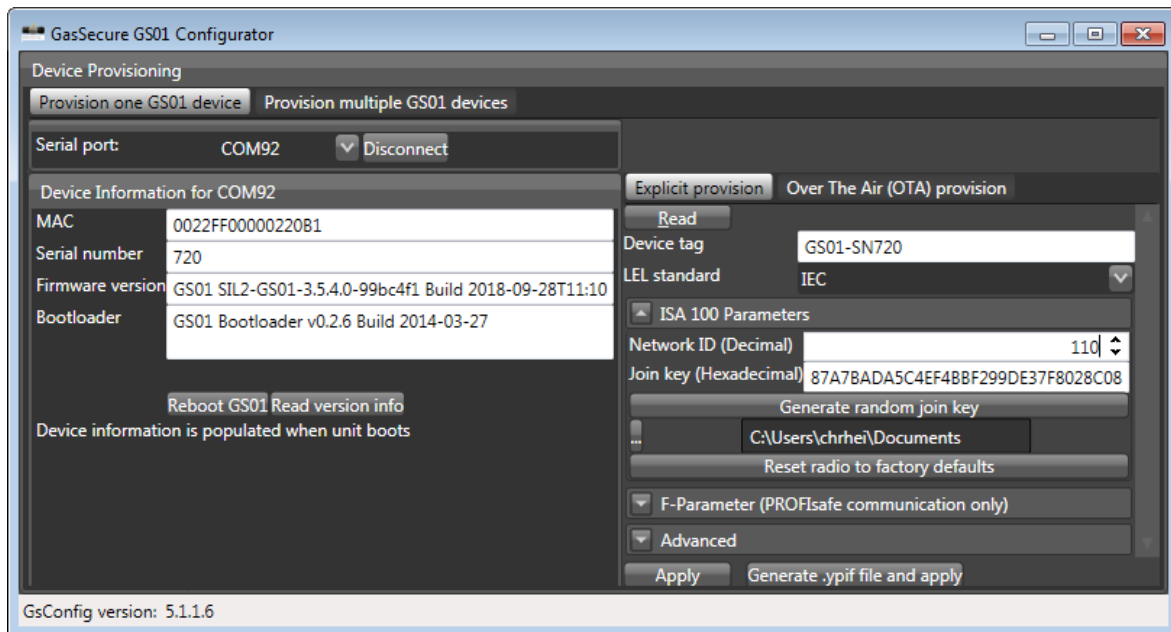

Figura 3-1: GS01 Configurator
- b) Execute o GS01 Configurator e selecione a porta COM correta. Mantenha o modo padrão "Provision one GS01 device". Pressione o botão "Connect" e verifique se as informações do dispositivo são exibidas, cf. Figura 3-1. Pressione o botão "Read version info" se as informações do dispositivo não forem exibidas automaticamente. Pressione o botão "Read" para que o status de provisionamento atual do dispositivo seja exibido. Mantenha a "provisão explícita".
- c) Insira o rótulo do equipamento⁵ e o ID de rede necessário em formato decimal⁶, cf. Figura 3-1.
- b) Execute o GS01 Configurator e selecione a porta COM correta. Mantenha o modo padrão "Provision one GS01 device". Pressione o botão "Connect" e verifique se as informações do dispositivo são exibidas, cf. Figura 3-1. Pressione o botão "Read version info" se as informações do dispositivo não forem exibidas automaticamente. Pressione o botão "Read" para que o status de provisionamento atual do dispositivo seja exibido. Selecione "Provisionamento Over The Air (OTA)".